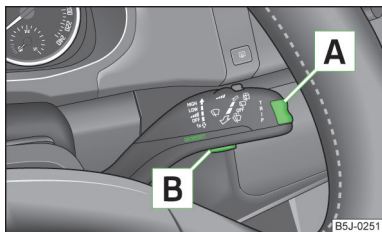

Fig. 7
- ▶ Meniul principal **MAIN MENU** (meniul principal) se activează prin apăsarea lungă a tastei basculante **A** » fig. 7.
- Dacă pe afișajul informativ sunt afișate mesaje de avertizare, acestea trebuie confirmate cu ajutorul tastei **B** » fig. 7 la pagina 15, pentru a apela meniul principal.